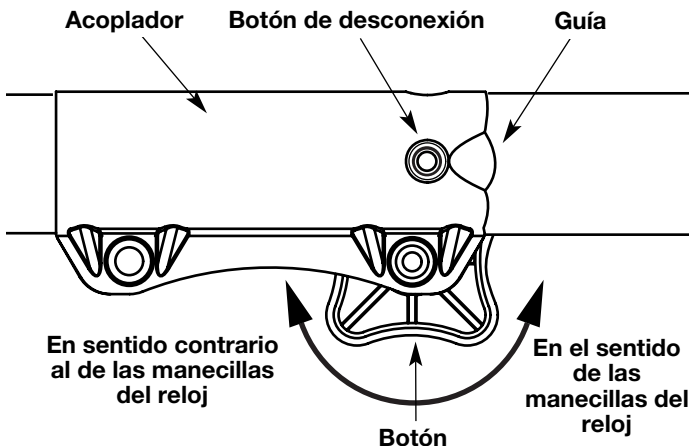

Fig. 1
1. Para aflojarlo, gire el botón en el sentido opuesto a de las manecillas del reloj (Fig. 1).
2. Oprima y sostenga oprimido el botón de liberación (Fig. 1).
2. Apriete el botón girándolo hacia la derecha (Fig. 1).
**NOTA:** La alineación del botón de desconexión con la guía ayuda en la instalación (Fig. 1).